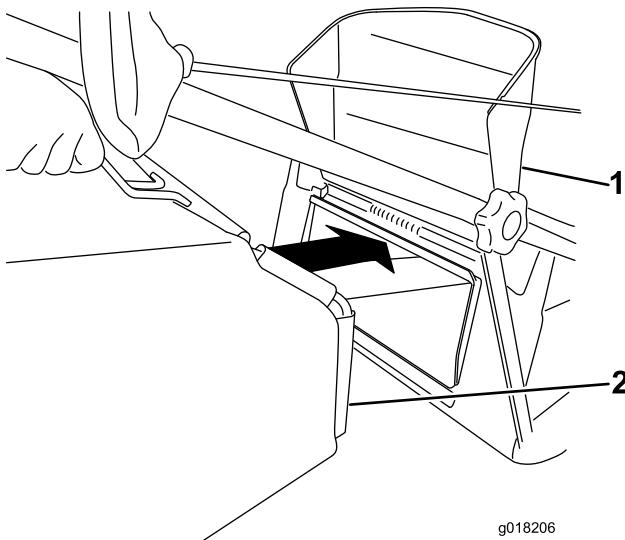

Figura 14
3. Enganche la bolsa en su posición (Figura 14).